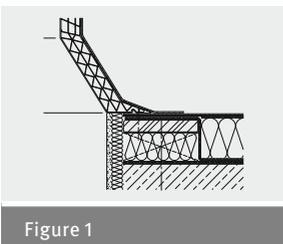

Figure 1
en compte les revêtements de la couronne éventuellement présents sur la face intérieure (en règle générale 2-3 cm par côté) (voir fig. 1).
- Si la costière est montée sur une membrane EVALON® ou EVALASTIC® préalablement posée et amenée jusqu'au bord intérieur (ouverture) de la couronne de madriers, une fixation périphérique supplémentaire de l'étanchéité de partie courante n'est plus nécessaire (voir fig. 1).